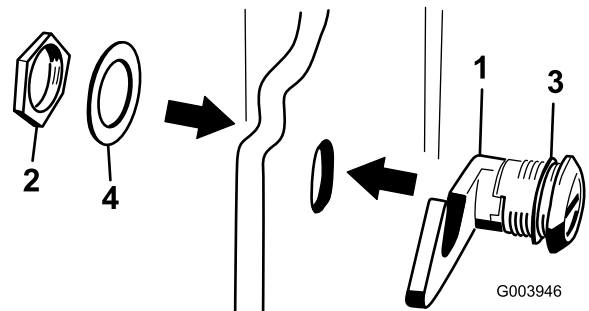

Figura 18
3. Togliete il dado dal gruppo del fermo del cofano (Figura 18).